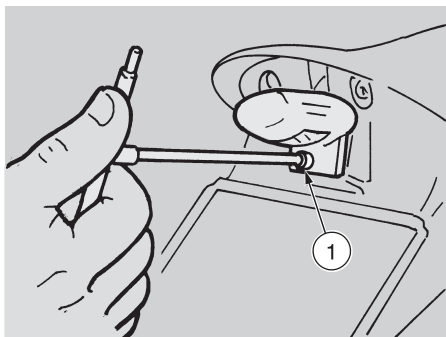

Fig. 56
- ◆ Dévisser et enlever la vis (1-Fig.56).